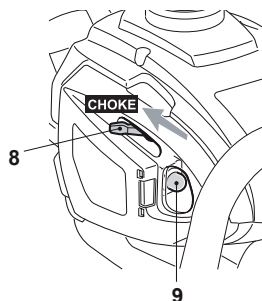

Fig. 10
- > Si le moteur est chaud, mettez la commande du starter [8] dans la position «RUN» , n'appuyez pas sur le dispositif d'amorçage (Fig. 10).